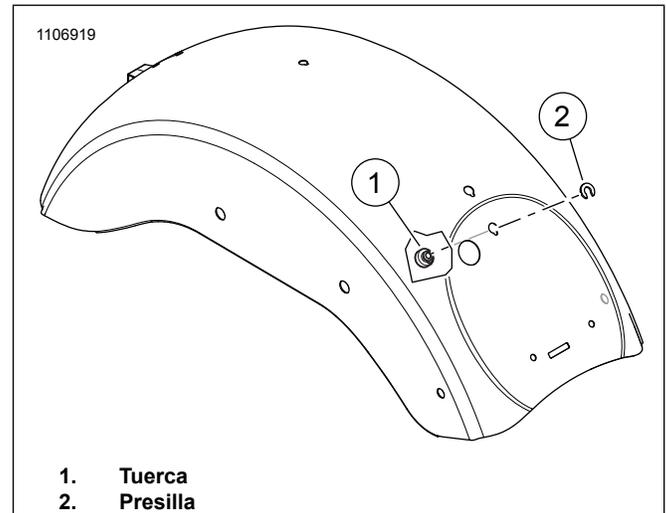

Figura 1. Tuerca del asiento para el guardabarros (típica)
3. Vea Figura 1. Quite la presilla del asiento (2) y la tuerca de retención (1).